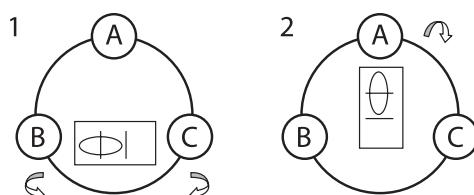

Рис. 5-3
- 5.3.2 Поверните алидаду таким образом, чтобы ось цилиндрического уровня стала параллельна линии, соединяющей В and С. Настройте подъёмные винты В и С таким образом, чтобы цилиндрический уровень оказался отцентрован (как показано в части 1. Рис.5-3).